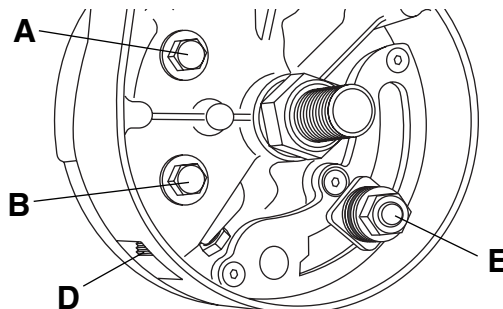

Figure 2a. Réglage de la lame à 0° (90° par rapport à la table)
3. Desserrez les têtes de boulons « A » et « B » d'au moins un tour complet à l'aide d'une clé à fourche de 10 mm (Figure 2a).